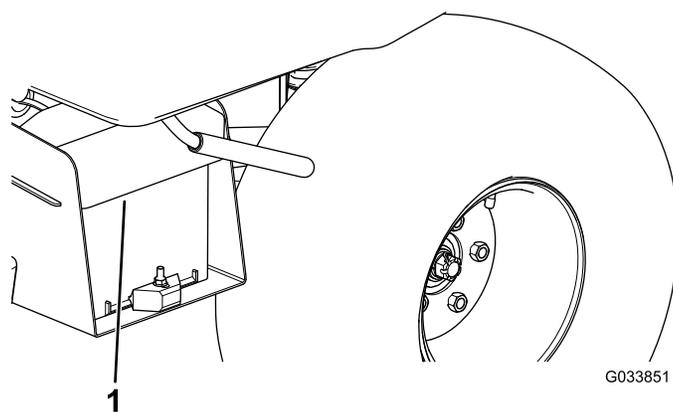

図 4
2. バッテリーベースからバッテリーを取り外す 図 4。
6. バッテリーベースにバッテリーカバーを合わせる 図 4。
7. バッテリーカバーを握り込んで、タブをバッテリーベースに合わせ、力をゆるめるとカバーがセットされる 図 4。
1. バッテリーカバーを握り込んで、タブをバッテリーベースから外す 図 4。